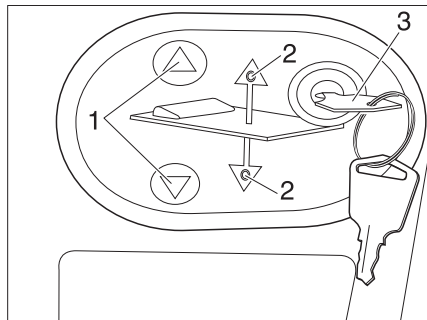

Bild 123 Bedienpanel für elektrisches Hubbett
- Schlüssel (Bild 123,3) in das Bedienpanel stecken.
- Auf Taste  oder  (Bild 123,1) drücken und gedrückt halten. Die jeweilige LED (Bild 123,2) leuchtet und das Hubbett senkt oder hebt sich.
- Wenn die gewünschte Position erreicht ist, Taste  oder  (Bild 123,1) wieder loslassen. Die jeweilige LED (Bild 123,2) erlischt.
- Schlüssel (Bild 123,3) abziehen.